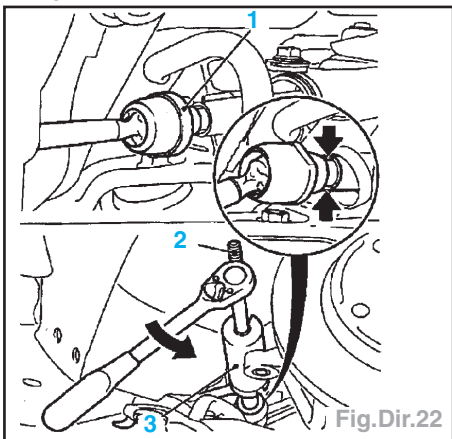
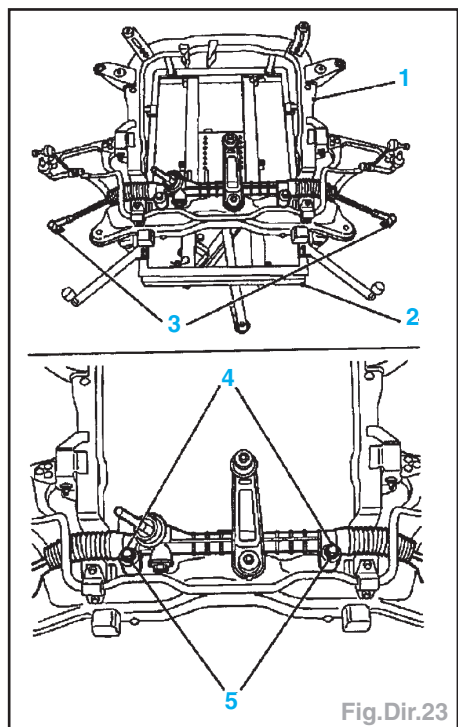

Fig.Dir.22
Fig.Dir.23
- Déclipser la bague (1) et la faire glisser sur la crémaillère.
- Démontier la biellette (2) avec l'outil KM-6176 (3) et une clé plate (flèches) (Fig.Dir.22).
**Nota** : Les griffes de la clé ne s'adaptent que dans une position aux encoches du bord de la douille en veillant à ce que les ergots des griffes se prennent au bord de la douille (flèche) (Fig.Dir.22).
• la bague (1), celle-ci doit s'enclencher de manière audible sur l'articulation,
- Retirer le corps d'essieu (1) de l'outil KM-6168 (2), déposer les vis (4), les rondelles (5) et la crémaillère (Fig.Dir.23).